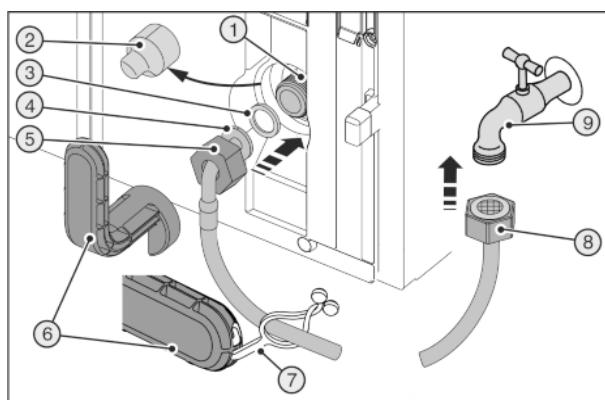
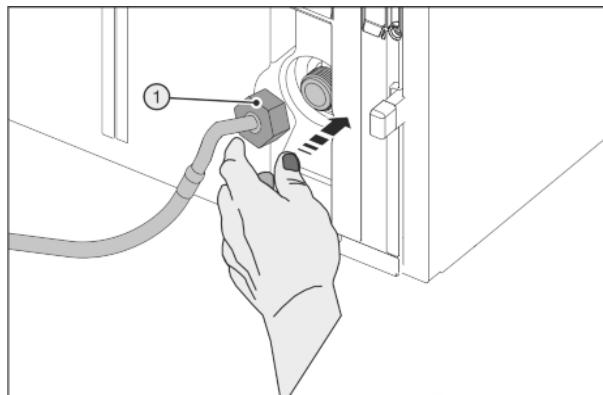

Fig. 28
Fig. 29
Зламаний допоміжний інструмент Fig. 28 (6)!
- Допоміжний інструмент Fig. 28 (6) використовувати тільки при кімнатній температурі.
- Зніміть кришку Fig. 28 (2).
- Полегшений монтаж: Викласти прямий кінець шлангу Fig. 28 (8) ліворуч на землю.
- Насуньте гайку Fig. 28 (5) до кінця через кінець шлангу, розташований під кутом Fig. 28 (4) та утримуйте.
- Зволожити прокладку Fig. 28 (3) та втиснути в гайку Fig. 28 (5).
- Прокладка Fig. 28 (3) прилягає та трохи тримається.
- Обережно одягти гайку Fig. 29 (1) і накрутити двома пальцями на нарізку до досягнення надійної посадки.
- Затягувати гайку Fig. 29 (1) за допомогою допоміжного інструменту Fig. 28 (6) за годинниковою стрілкою, доки не буде досягнуто максимального моменту затяжки і допоміжний інструмент Fig. 28 (6) не почне прокручуватися.
- Накрутити гайку Fig. 28 (8) на запірний кран Fig. 28 (9).
- Затягувати гайку Fig. 28 (8) за допомогою допоміжного інструменту Fig. 28 (6) за годинниковою стрілкою, доки не буде досягнуто максимального моменту затяжки і допоміжний інструмент Fig. 28 (6) не почне прокручуватися.
- Відкрийте запірний кран Fig. 28 (9) подачі води та перевірте всю систему подачі води на герметичність.
- Причепіть накладку Fig. 28 (7) в допоміжний інструмент Fig. 28 (6) і для зберігання закріпіть на шлангу із високоякісної сталі.